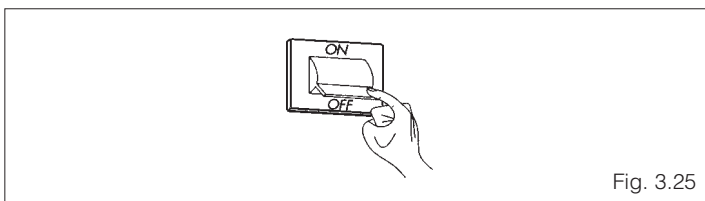

Fig. 3.25
- Prima di iniziare lo svuotamento dell'impianto togliere l'alimentazione elettrica alla caldaia posizionando l'interruttore generale dell'impianto su "spento" (fig. 3.25)